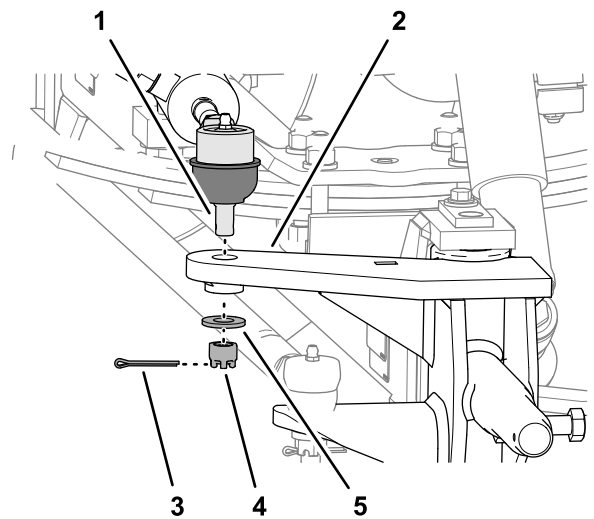

Figura 5
1. Retire la chaveta que sujeta la tuerca de seguridad a la rótula del cilindro de dirección, y retire la tuerca de seguridad y la arandela de empuje (Figura 5).
2. Separe la rótula del cilindro del brazo de dirección de la mangueta izquierda (Figura 5).